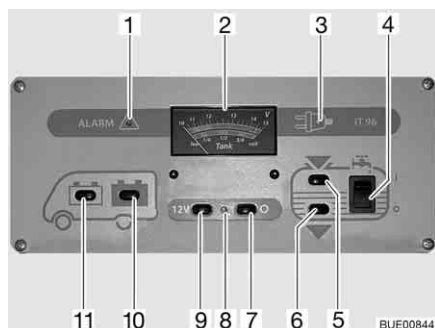

Fig. 156 Panneau de contrôle IT 96-2
L'interrupteur principal 12 V (Fig. 156,7 et 9) établit ou coupe le panneau de contrôle et l'alimentation 12 V de la cellule.
*Mise en marche :* ■ Appuyer sur le commutateur (Fig. 156,9) "12 V" : L'alimentation 12 V de la cellule est assurée. Le voyant de contrôle (Fig. 156,8) s'allume en vert.
*Mise hors service :* ■ Appuyer sur le commutateur (Fig. 156,7) "O" : L'alimentation 12 V de la cellule est coupée. Le voyant de contrôle (Fig. 156,8) s'éteint.
Observer sur l'indicateur de charge/de niveau de réservoir (Fig. 156,2), la graduation supérieure. L'indicateur s'éclaire automatiquement dès qu'un commutateur est actionné.
- Appuyer sur le commutateur (Fig. 156,11) "🚚" : La tension de la batterie de démarrage est affichée.
- Appuyer sur le commutateur (Fig. 156,10) "🔋" : La tension de la batterie de cellule est affichée.
Observer sur l'indicateur de charge/de niveau de réservoir (Fig. 156,2) la graduation inférieure. L'indicateur s'éclaire automatiquement dès qu'un commutateur est actionné.
- Appuyer sur le commutateur (Fig. 156,5)  : Le niveau du réservoir d'eau est affiché.
- Appuyer sur le commutateur (Fig. 156,6)  : Le niveau du réservoir d'eaux usées est affiché.
*Mise en marche :* ■ Commutateur à bascule (Fig. 156,4) vers le haut "I" : L'alimentation en eau est activée.
*Mise hors service :* ■ Commutateur à bascule (Fig. 156,4) vers le bas "O" : L'alimentation en eau est désactivée.
Le voyant d'alerte rouge "ALARM" (alarme) (Fig. 156,1) clignote dès que la charge de la batterie de cellule descend en dessous de 11 V (mesurée en marche) et qu'il y a risque de décharge profonde des batteries.
Le voyant de contrôle 12 V (Fig. 156,8) s'allume dès que l'interrupteur principal 12 V (Fig. 156,9) est enclenché.
Le voyant de contrôle jaune 230 V (Fig. 156,3) s'allume si l'arrivée du bloc électrique est sous tension de réseau.